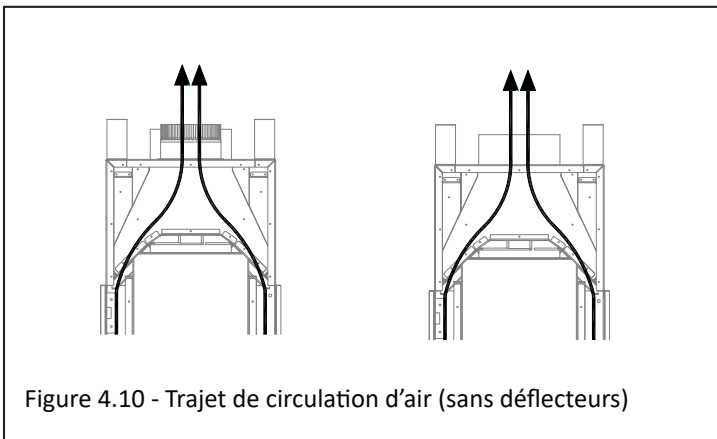

Figure 4.10 - Trajet de circulation d'air (sans déflecteurs)
2. Retirez du foyer les déflecteurs de convection. Recyclez ces déflecteurs car vous n'en aurez plus besoin. Chacun des (6) déflecteurs est retenu par (2) vis, derrière le bord supérieur des ouvertures à chaque face du foyer. Chaque face du foyer a (3) déflecteurs de convection à retirer. Voir la Figure 4.9 et la Figure 4.10.